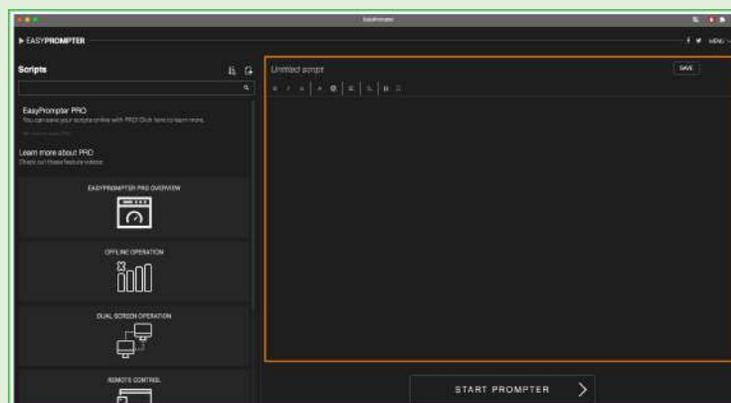

Imagen 51. Sección de edición de texto.
1. En la pantalla principal, se muestra la sección de “edición de texto” (imagen 51).